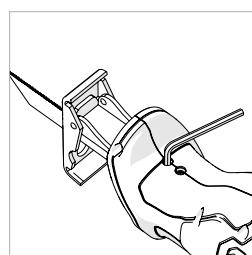

Fig. 4
- 1) Suelte los 2 tornillos prisioneros bajo el asa frontal. (**Fig. 4**)